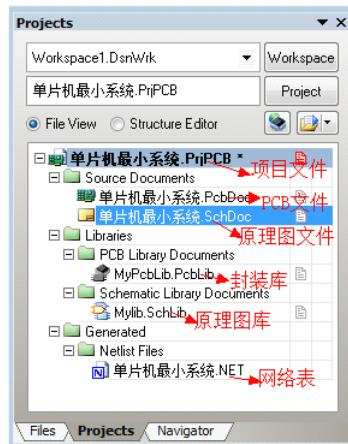

图 6-6.66 完整的工程文件
**Step1:** 激活原理图文件，执行菜单命令【Design】/【Netlist For Project】/【Protel】，至此，Project 面板标签中应存在如图 6-6.66 所示的文件。